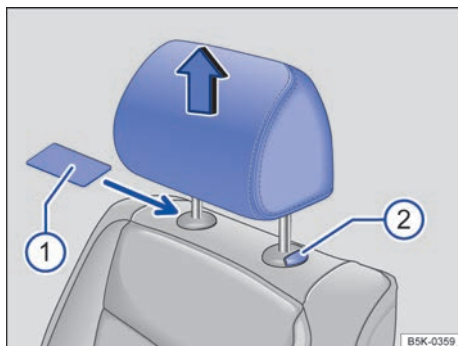

Fig. 68 Apoyacabezas delanteros: desmontaje.
- Dado el caso, para desbloquearlo puede introducir un objeto plano (p. ej., una tarjeta de plástico → fig. 68 ①) entre el tapizado del respaldo y la tapa de la barra del apoyacabezas.
- Extraiga el apoyacabezas mientras presiona la tecla ② hasta el tope.